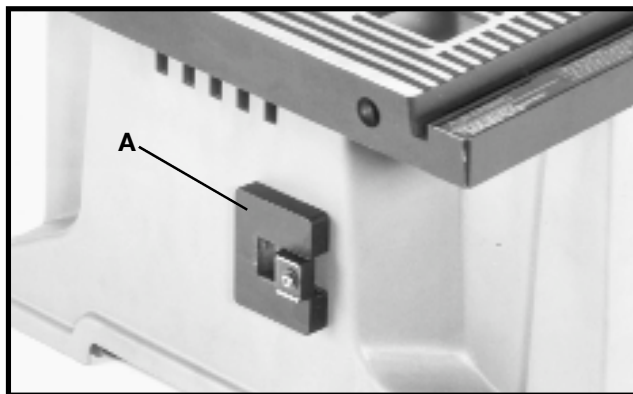
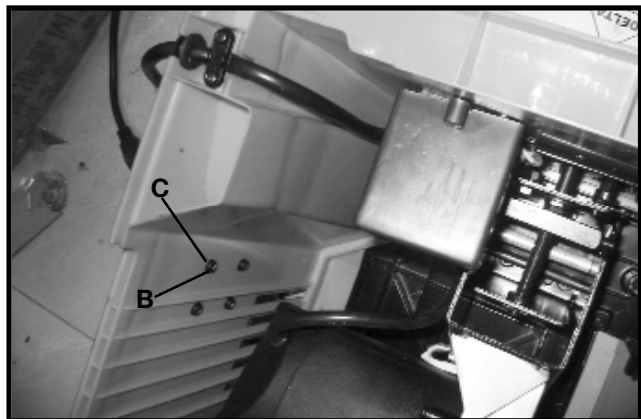

Fig. 26
Fig. 27
2. Ensamble el sujetador del calibrador de inglete (A), Fig. 26, al lado izquierdo del gabinete de la sierra con los cuatro tornillos de cabeza troncocónica M4 0,2 x 10 mm (B), Fig. 27 y las arandelas de 4,763 mm (3/16") (C) desde el interior del gabinete de la sierra.